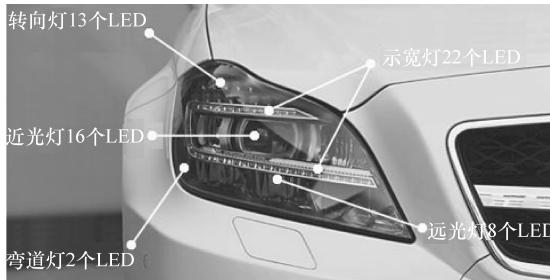

图 1-32 LED 车灯组成
(1) 定义 LED 是 Light Emitting Diode 的简称，含义为发光二极管，应用在汽车尾灯、高位制动灯、日间行车灯。
(2) LED 车灯组成 以奔驰 LED 的车灯为例，它主要由近光灯、远光灯、转向灯、示宽灯、弯道灯等组成，如图 1-32 所示。